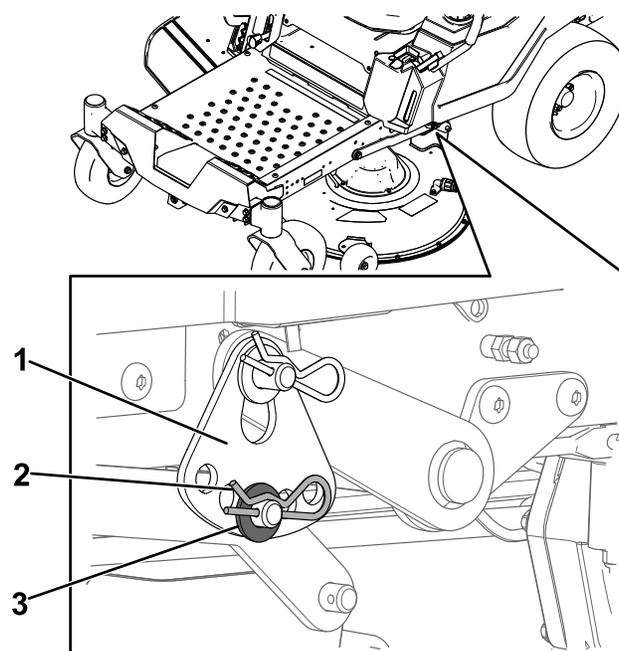

Figura 67
6. Remova o perno de gancho e a anilha do pino do braço de elevação (Figura 67).